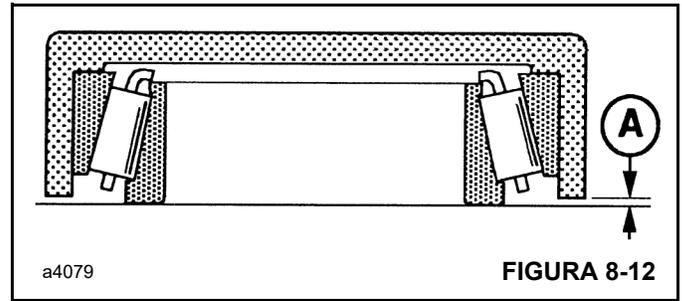

FIGURA 8-12
2. Ponga la pista de cojinete (cojinete de cabeza de piñón, Figura 8-2) sobre el conjunto de cojinete. Mida la separación **A** (Figura 8-12). Añada una profundidad de